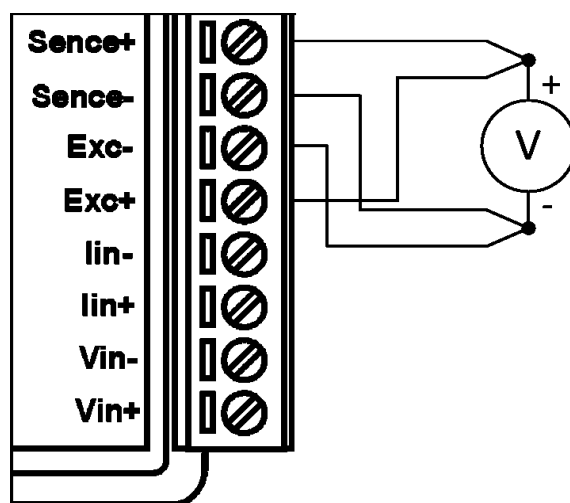

Рис. 5.1. Соединение приборов для юстировки источника напряжения возбуждения
3. Соедините выходы Sense и Exc согласно схеме на рис. 5.1.
4. Подсоедините образцовый вольтметр к выходу источника напряжения возбуждения юстируемого модуля Exc, согласно схеме на рис. 5.1. Для коммутации рекомендуется использовать провода